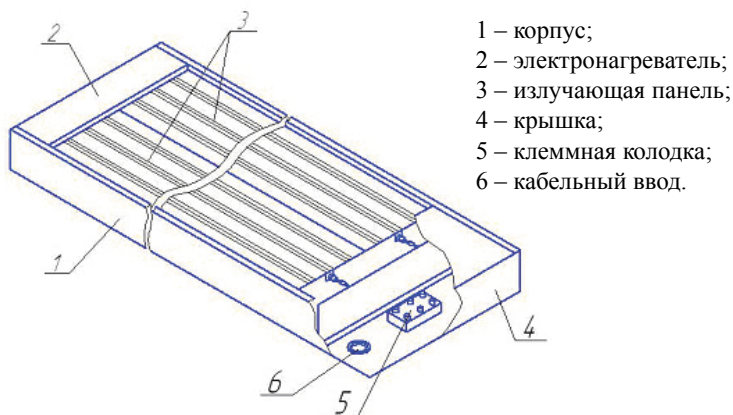

Рис.1. Обогреватель инфракрасный.
5.1 Схема инфракрасного обогревателя представленанарис. 1.
5.4 Габаритные и установочные размеры обогревателей и минимальные расстояния при установке приведены на рис.1 Приложения.